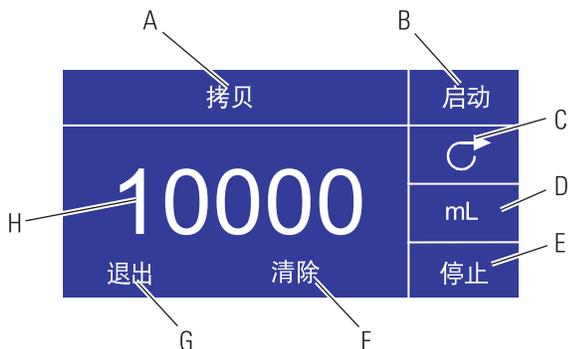

图 3-8 拷贝设置屏幕
- D. **拷贝量屏幕：** 请参阅 *拷贝设置屏幕* 部分的内容，如图 3-8。